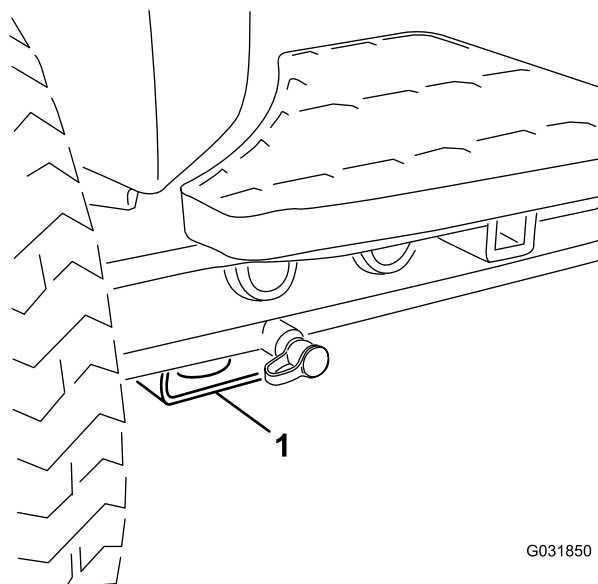

Рисунок 35
- В передней части используйте прямоугольную подкладку под трубой моста внутри каждого переднего колеса (Рисунок 35).